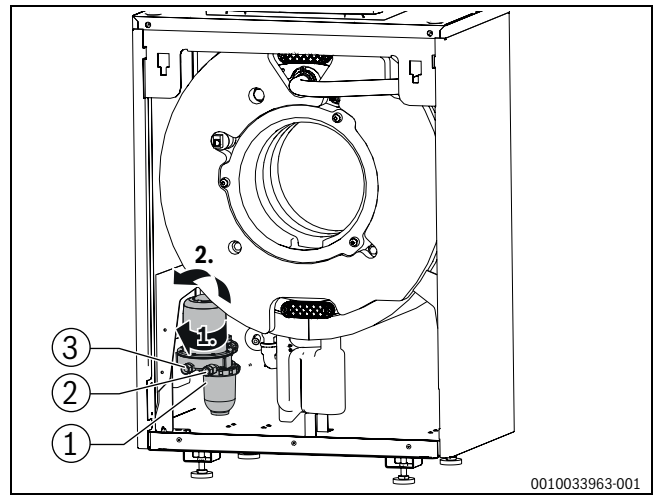

Bild 77 Ölfilter demontieren
- ▶ Ölfilter (→Bild 77, [1]) leicht nach vorne drehen; analog Schritt 1.